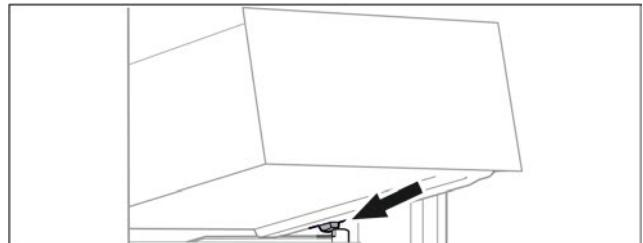

Fig. 20
- Наклоняя вниз, установите выдвижной ящик за стопоры на контейнерное ребро Fig. 20 (1).